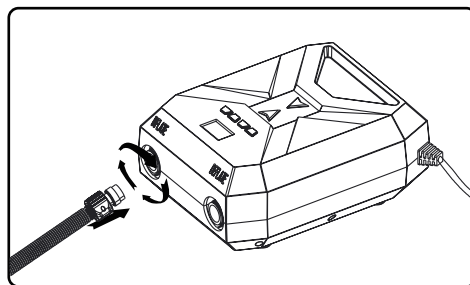

FIG 2
- Connettete le due parti finali (opposte) del tubo con il dado alla porta della pompa di gonfiaggio e bloccate ruotando in senso orario (FIG 2).